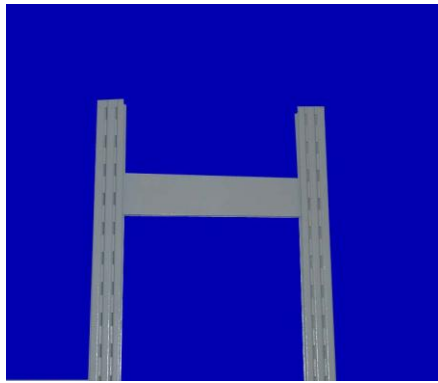

РИС.2
- аналогичным образом вставьте стяжку во вторую стойку параллельно первой (см. рис.2);